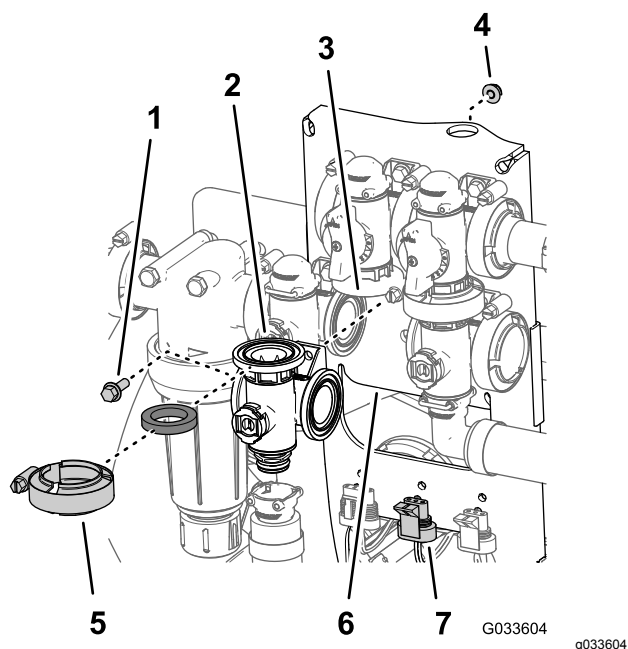

Figure 127
1. Alignez la bride du collecteur de la vanne d'agitation, un joint et la bride de la vanne de dérivation d'agitation (Figure 127).
9. Montez la vanne d'agitation sur le support à l'aide du boulon à embase et du contre-écrou (Figure 127) que vous avez retirés à l'opération 3 de Dépose de la soupape du collecteur d'agitation (page 85), et serrez l'écrou et le boulon à un couple de 10 à 12 N·m.